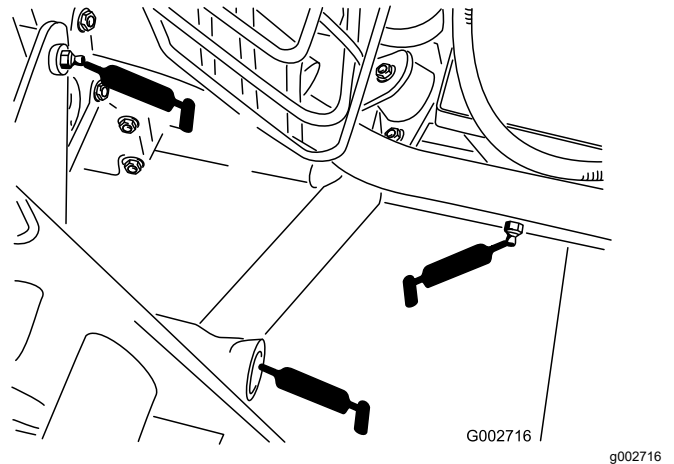

Figura 21
- 5 Rolamentos de engate traseiro (Figura 21).